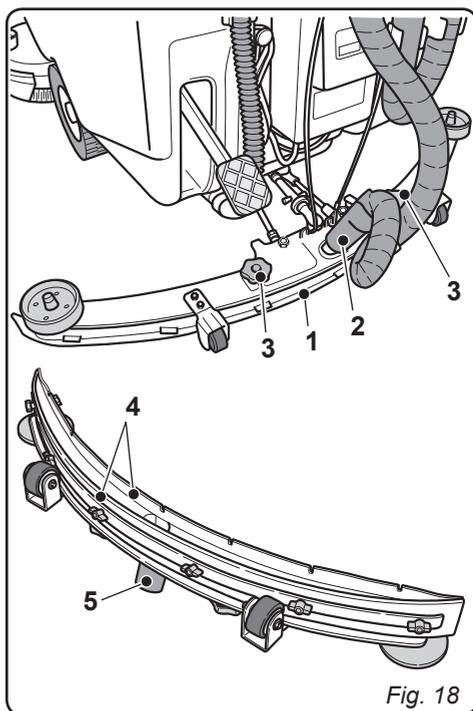

Fig. 18
10.1.c - Pulizia tergitore (Fig. 18)